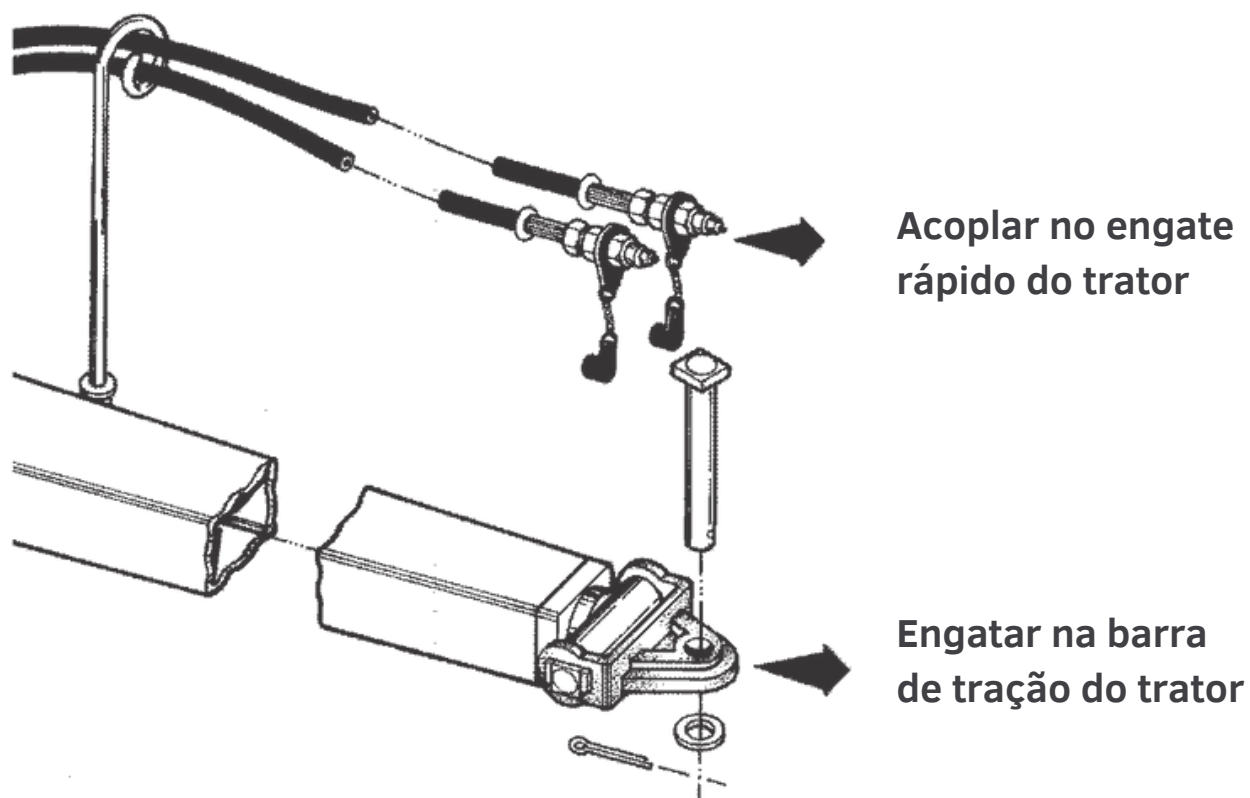

Figura 11
01. Para engatar a grade na barra de tração do trator, deve-se observar o alinhamento dos mesmos, regular a altura exata no engate da grade e usar o pino "L" de engate item 1, figura 11.
02. Acoplar as mangueiras item 2 no engate rápido do trator.